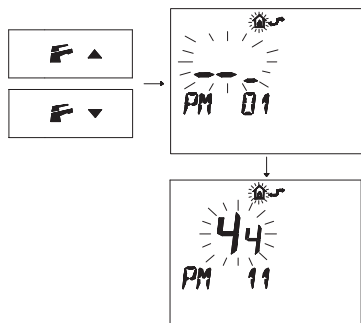

图 5.40
- 按 或 按钮显示启动泵后循环的“PM11”程序 (图 5.40)。